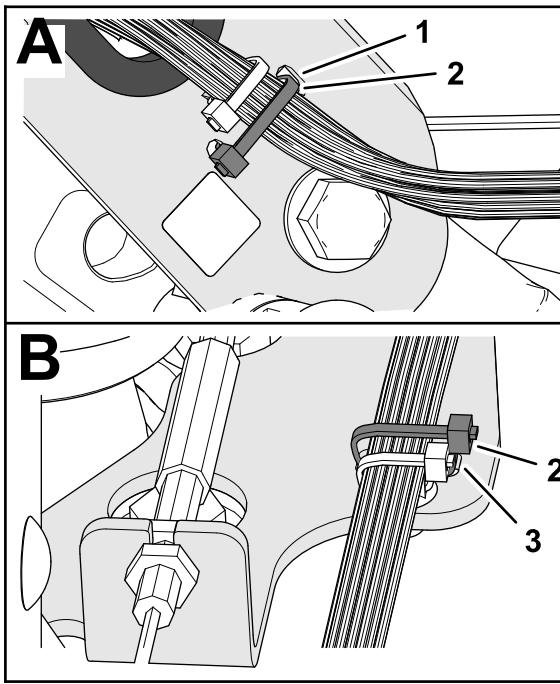

Рисунок 11
6. Прикрепите жгут проводов машины к швейлеру рукоятки управления с помощью кабельной стяжки через прорези в швейлере (Рисунок 11).